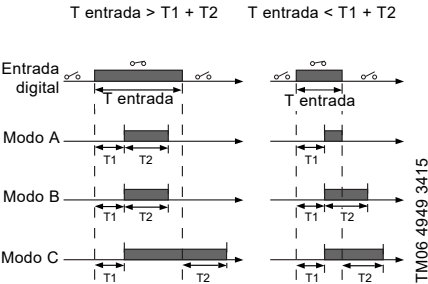

Fig. 41 Funcionamiento del temporizador de duración de las entradas digitales
- Seleccione el modo. Consulte la fig. 41.
Consulte la fig. 41.